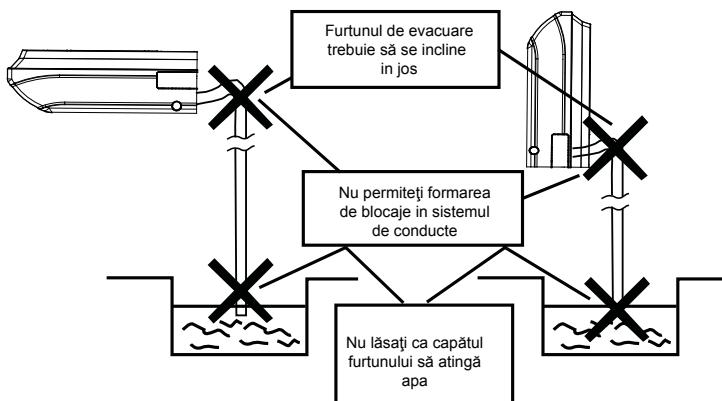

Fig.23
- (4) Conectați furtunul de evacuare. (Fig.23)